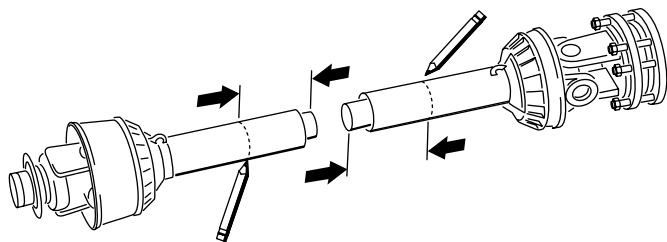
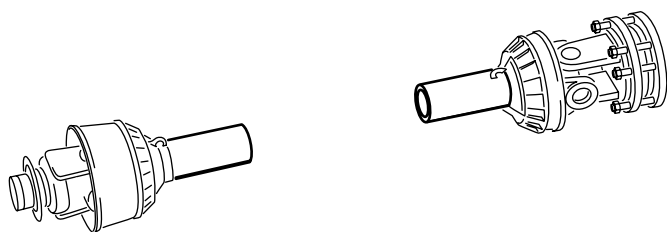

Рисунок 18
Рисунок 19
13. Используя расстояния, определенные в пункте 8, измерьте, разметьте и обрежьте кожух и трубу на каждой половине ВОР (Рисунок 18 и Рисунок 19).